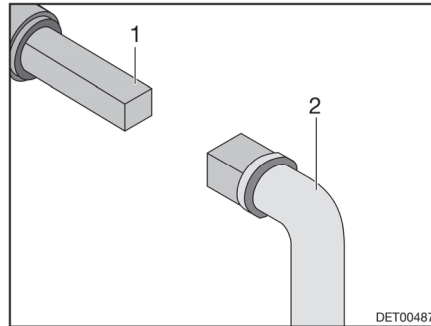

Bild 113 Bedienung Abwasserhahn
- Schlüssel (Bild 113,2) auf Vierkant (Bild 113,1) stecken.